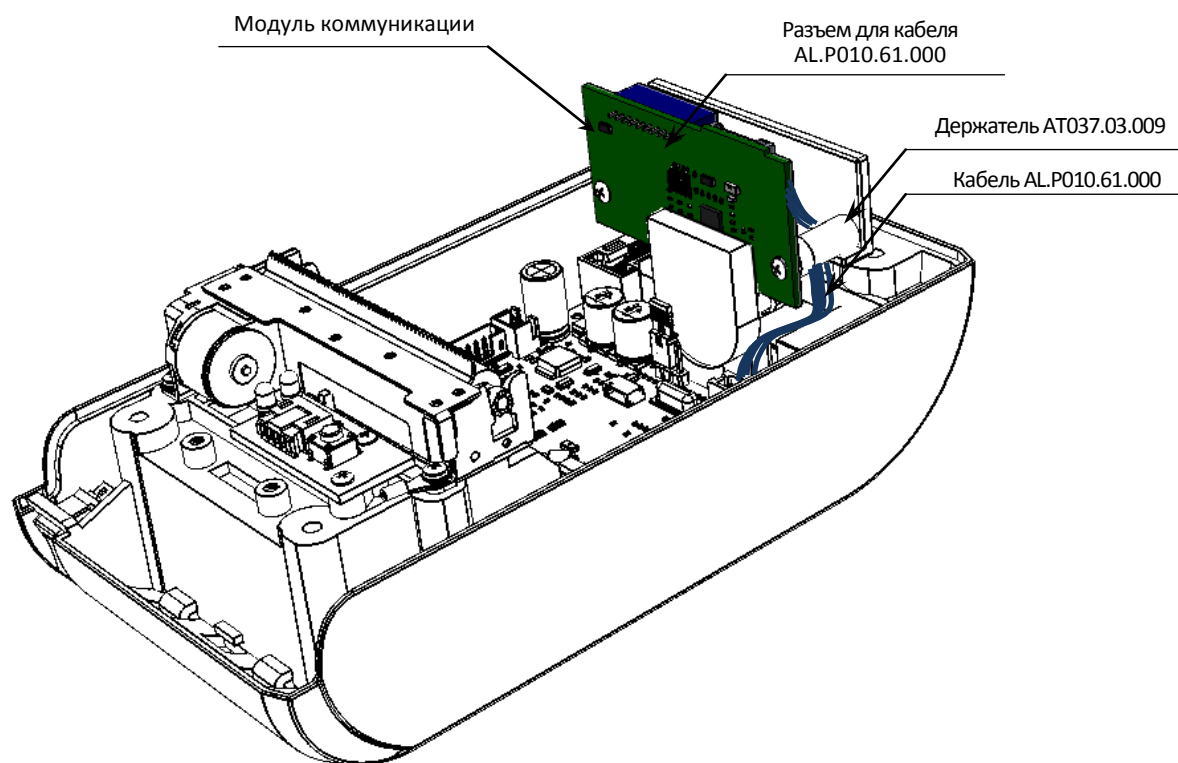

Рисунок 13. Расположение коммуникационного модуля в корпусе ККТ (кабель условно не показан)
2. Коммуникационный модуль крепится к держателю, который в свою очередь прикреплен к нижней части корпуса изделия (смотрите рисунок 13).